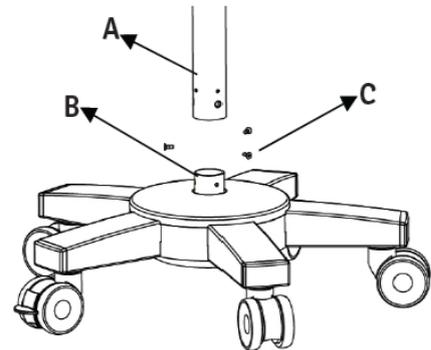

Abb. 29
6. Öffnen Sie die Mikroskopbox. Nehmen Sie (Säule) aus der Box. Montieren Sie die Säule auf einem Führungsstecker in der Basis, indem Sie die entsprechenden Löcher in Säule (A) und Schaft (B) ausrichten. Befestigen Sie sie mit (3) M6x16mm Inbusschrauben (C ) mit einem 4-mm-Inbusschlüssel, wie in Abb. 29 gezeigt.